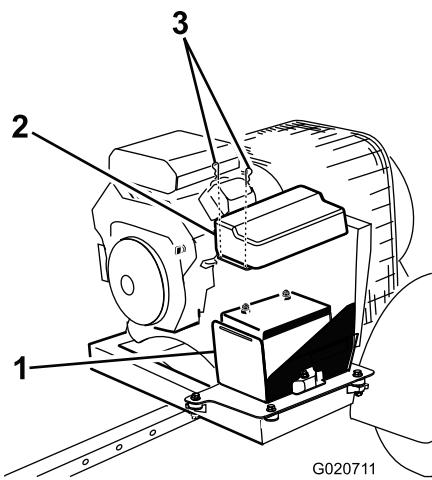

Bild 38
- Entfernen Sie die Clips, mit denen die Batterieabdeckung am Batteriekasten befestigt ist, und nehmen sie vom Kasten ab (Bild 38).